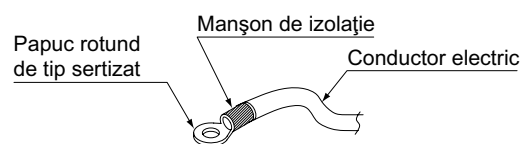

Fig. 6
- Utilizați papuci rotunzi de tip sertizat pentru conexiunile la regleta de conexiuni a alimentării. **(Consultați fig. 6)**